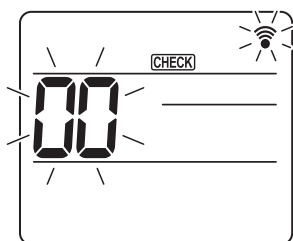
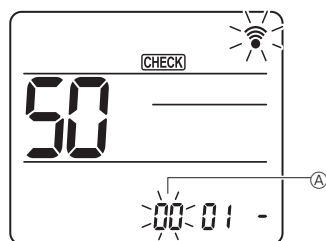
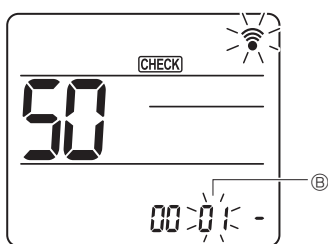

Fig. 6-16
Fig. 6-17
Fig. 6-18
- ① Gå til funksjonsvalgmodus
- [CHECK] er tent og "00" blinker. (Fig. 6-16)
- ② Stille inn enhetsnummer
- Trykk på [00]-knappen for å stille enhetsnummer ①. (Fig. 6-17)
- ③ Velge en modus
- Trykk på [50]-knappen for å stille modusnummer ②. (Fig. 6-18)